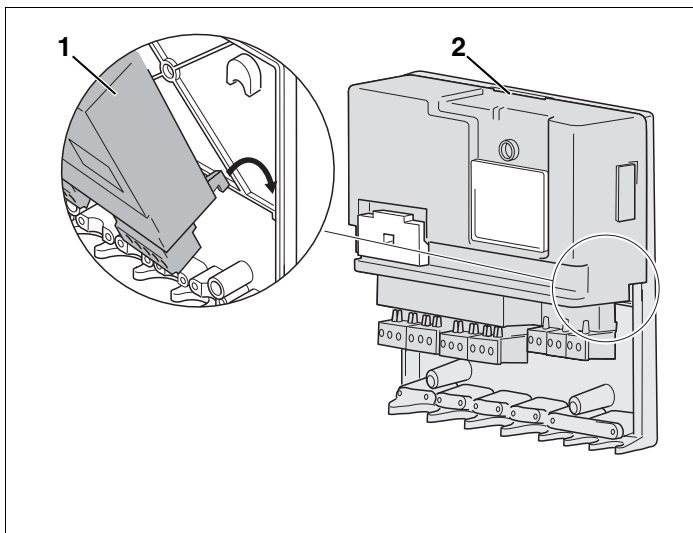

Abb. 10 Funktionsmodul einsetzen und einrasten lassen
- Funktionsmodul (Abb. 10, **Pos. 1**) in den Wandhalter zuerst unten einsetzen und am Verschluss (Abb. 10, **Pos. 2**) einrasten lassen.